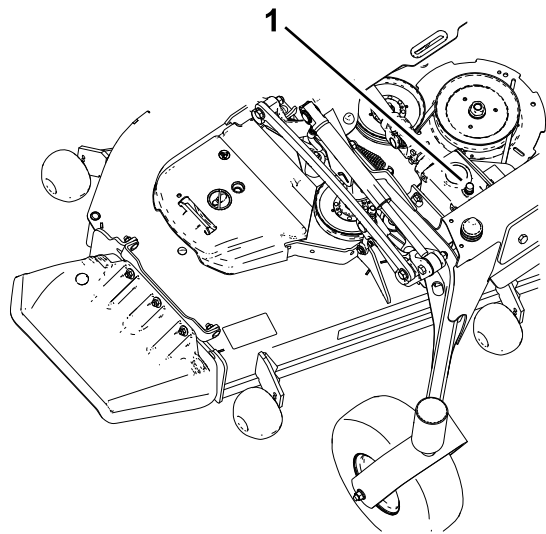

Figura 56
- Rimuovete l'asta di livello/tappo di riempimento dalla parte superiore della scatola ingranaggi e assicuratevi che il lubrificante sia compreso tra i segni sull'asta di livello.(Figura 56)